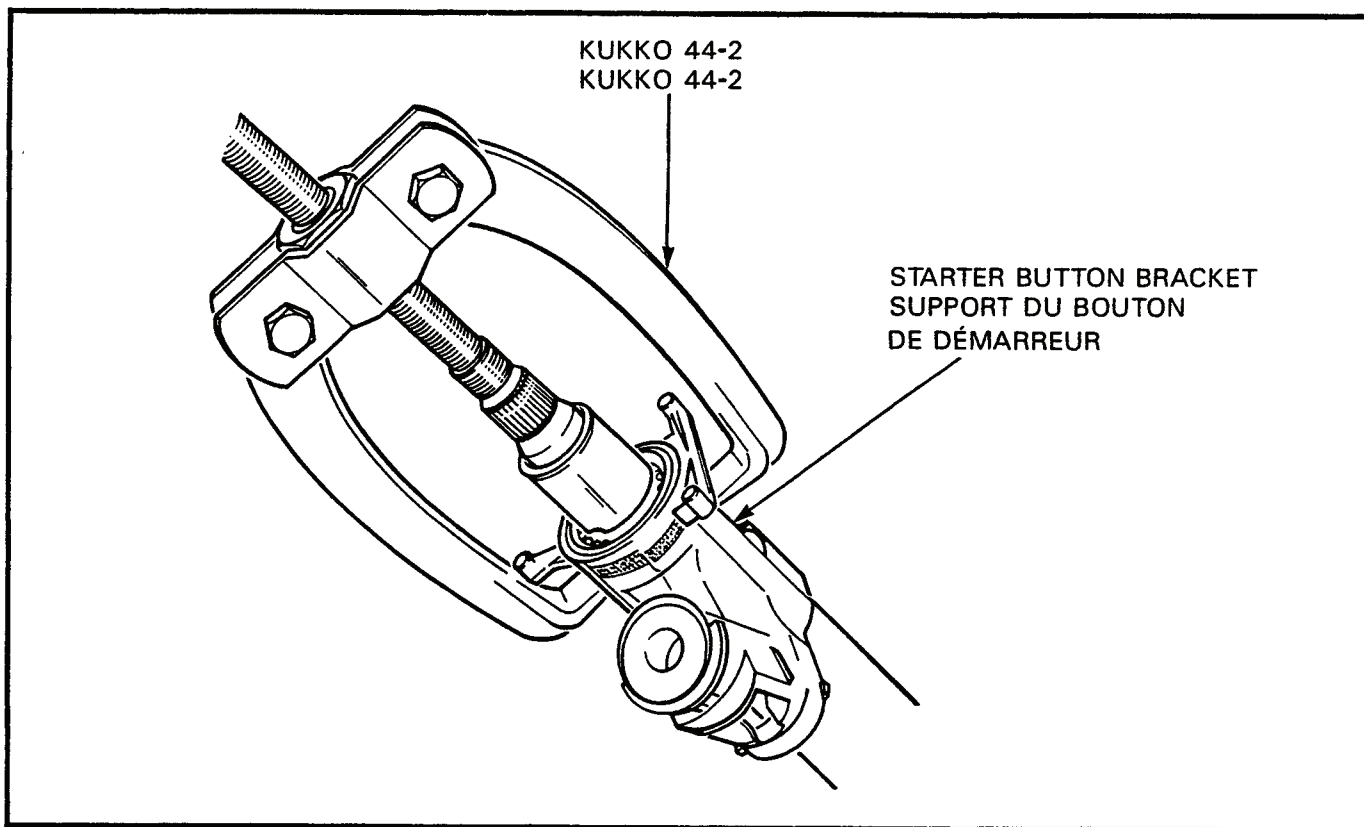

Figure 4-1-3 Removal of Starter Button Bracket
- h. Install puller tool KUKKO 44-2 and remove the bracket, see Figure 4-1-3.
- h. Installer l'extracteur KUKKO 44-2 et enlever le support. Voir figure 4-1-3.